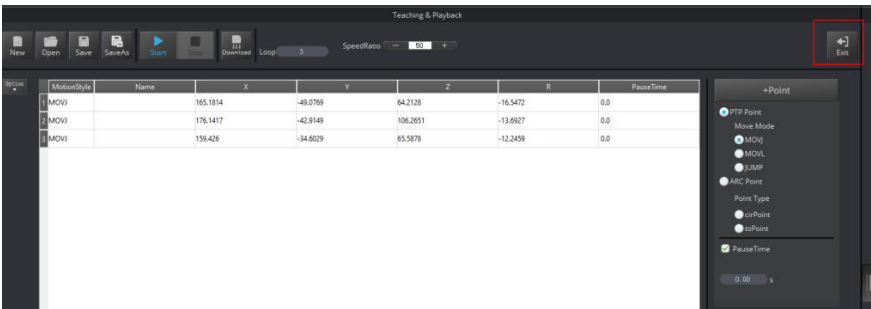

Figura 24: Clique em Exit
3.7 Clique em  para sair da página **Teaching & Playback**, como mostrado na Figura 24 dois pontos.